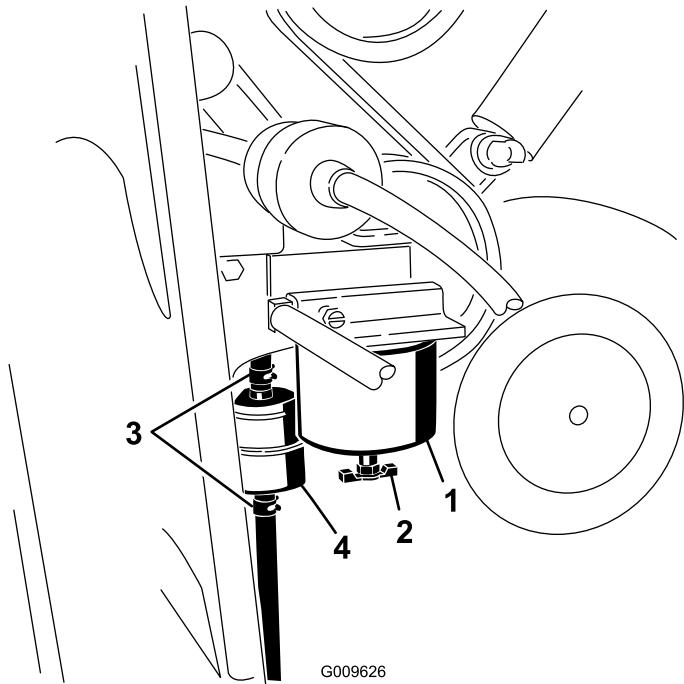

Figure 36
1. Localisez le filtre à carburant situé du côté droit du moteur (Figure 36) et placez un récipient dessous.
1. Localisez les filtres à carburant situés sur le côté droit du moteur (Figure 36) et placez un récipient dessous.
2. Nettoyez la surface autour des supports de la cartouche du filtre (Figure 36).
3. Déposez la cartouche et nettoyez la surface de montage (Figure 36).
5. Installez la cartouche à la main jusqu'à ce que le joint soit en appui contre la surface de montage. Serrez ensuite la cartouche d'un demi tour supplémentaire (Figure 36).
6. Localisez le filtre en ligne derrière la cartouche du filtre à carburant (Figure 36) et notez le sens de la flèche sur le côté du filtre en ligne.
7. Ouvrez les colliers à chaque extrémité du filtre en ligne et débranchez les flexibles (Figure 36). Mettez le filtre au rebut.
8. Branchez les flexibles au bout d'un filtre neuf (Figure 36) en veillant à pointer la flèche qui se trouve sur le filtre dans le même sens que sur l'ancien filtre.